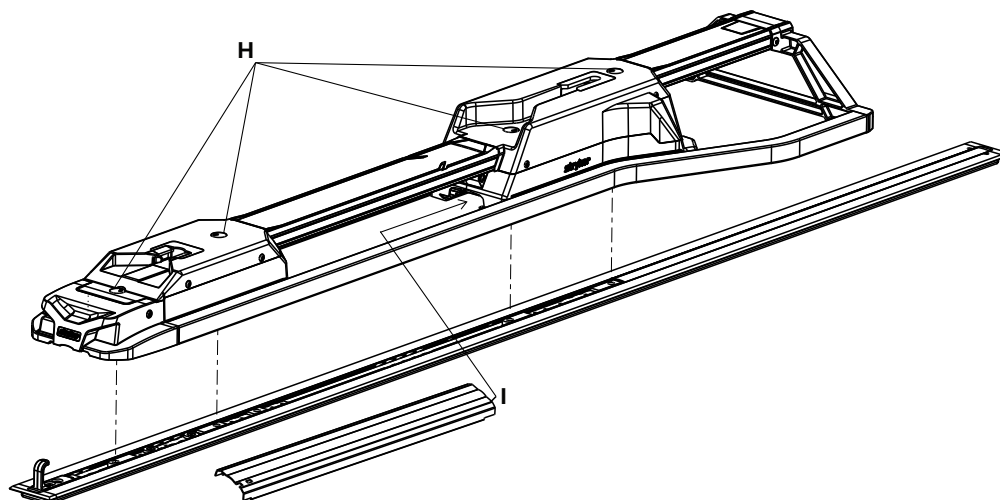

Figura 17 – Atașarea dispozitivului de fixare
17. Deplasați capacele rotative (H) o jumătate de rotație pentru a avea acces la șuruburile atașate ale plăcii de podea care se află sub capace (Figura 17).
19. Folosind o cheie hexagonală de 3/8", instalați celelalte șuruburi atașate ale plăcii de podea (H) în cele două crampoane (Figura 17).
23. Introduceți partea ne-crestată a ansamblului capacului central (6392-001-011) (I) în orificiul din carcasa capătului pentru cap (Figura 17).
- _____ Folosind o cheie dinamometrică, strângeți toate cele patru șuruburi atașate ale plăcii de podea (A) la 60 ± 10 ft-lb (81 ± 14 Nm) (Figura 17).